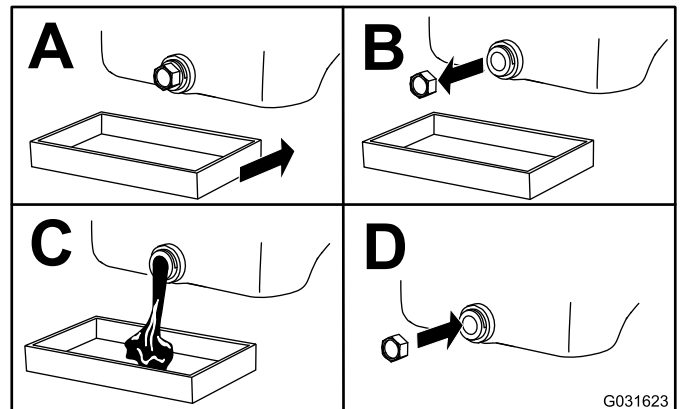

Figura 22
- A. Retire el tapón de vaciado y deje que todo el aceite se drene del motor (Figura 22).
- B. Instale el tapón de vaciado (Figura 22). Apriete el tapón a 13.6 N·m (10 pies-libra).